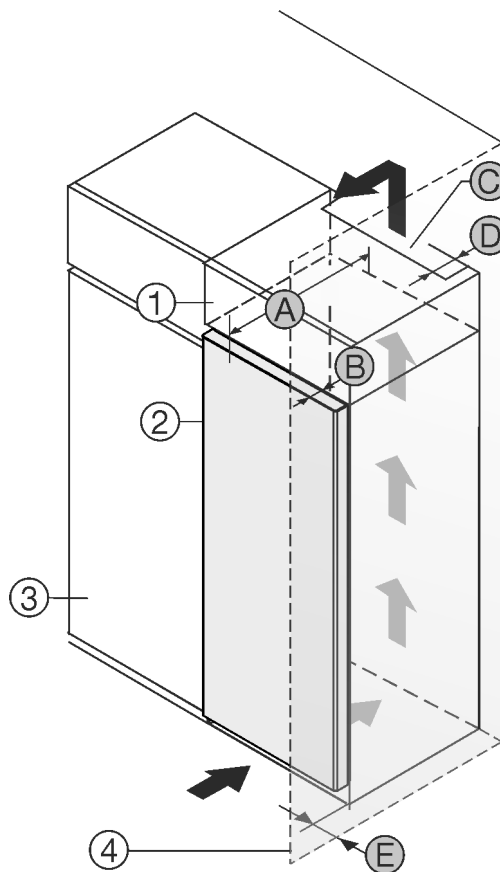

Fig. 1
- (1) Шкаф-пристройка *
- (2) Уред *
- (3) Кухненски шкаф *
- (4) Стена *
- (A) Дълбочина на уреда *
- (B) Дълбочина на вратата *
- (C) Вентилационно напречно сечение *
- (D) Разстояние до гърба на уреда *
- (E) Разстояние до страната на уреда *
Можете да поставите уреда непосредствено до кухненския шкаф Fig. 1 (3)*.
От задната страна на шкафа-пристройка трябва да има вентилационен отвор с дълбочина Fig. 1 (D) по цялата ширина на шкафа-пристройка*.
Под тавана на помещението трябва да е спазено сечението за вентилация Fig. 1 (C)*.
Когато уредът се поставя с пантите до стена Fig. 1 (4), разстоянието между уреда и стената трябва да е поне 13 mm.*
За да можете да отворите вратата изцяло, уредът трябва да е издаден с дълбочината на вратата Fig. 1 (B) спрямо челото на кухненския шкаф. В зависимост от дълбочината на кухненските шкафове Fig. 1 (3) и използването на детайли за отстояние от стената, уредът може да излезе още по-напред.*